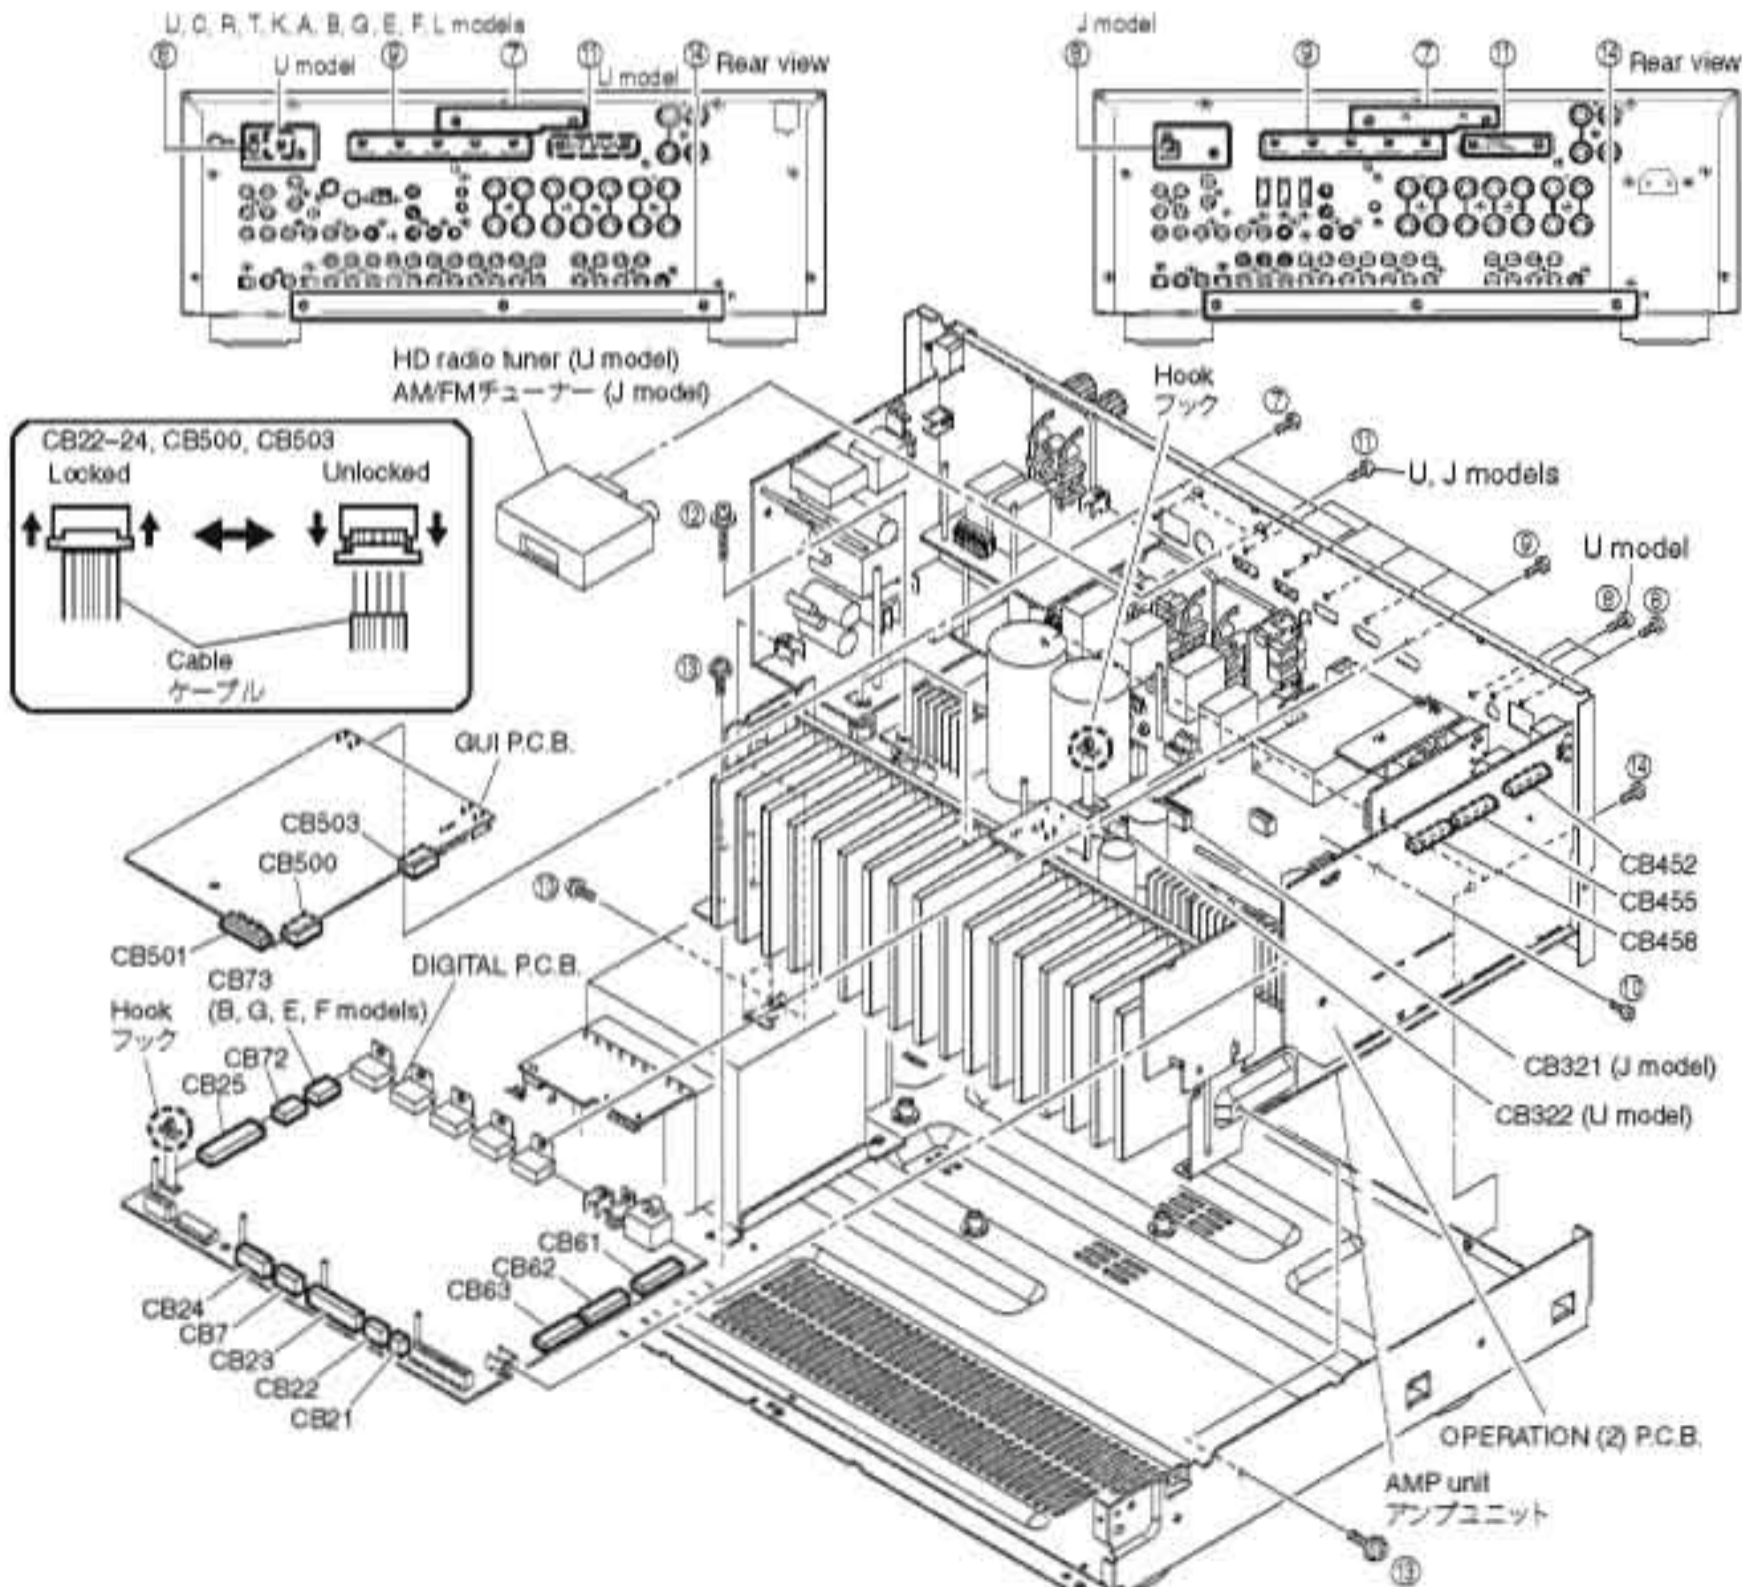

Fig. 2
- Remove 2 screws (7) (Fig. 2)
- Remove CB501. (Fig. 2)
- Unlock and remove CB500, CB503 (Fig. 2)
- Release hook, and remove the GUI P.C.B. (Fig. 2)
- Remove 3 screws (U model) / 2 screws (C, R, T, K, A, B, G, E, F, L models) (8) and 5 screws (9). (Fig. 2)
- Remove screw (10). (Fig. 2)
- Remove 2 screws (U model) (11). (Fig. 2)
- Remove CB322 (U model). (Fig. 2)
- Remove the HD radio tuner (U model). (Fig. 2)
- Remove CB7, CB21, CB25, CB72 and CB73 (B, G, E, F models). (Fig. 2)
- Unlock and remove CB22-24. (Fig. 2)
- Release hook. (Fig. 2)
- Remove the DIGITAL P.C.B. which is connected directly to the OPERATION (2) P.C.B. with board-to-board connectors. (Fig. 2)
- Remove 3 screws (12) and 4 screws (13). (Fig. 2)
- Remove 3 screws (14). (Fig. 2)
- Remove the amp unit. (Fig. 2)
- 7のネジ2本を外します。(Fig.2)
- CB501を外します。(Fig.2)
- ロックを外し、CB500、CB503を外します。(Fig.2)
- フック1箇所を外し、GUI P.C.B.を取り外します。(Fig.2)
- 8のネジ2本、9のネジ5本を外します。(Fig.2)
- 10のネジ1本を外します。(Fig.2)
- 11のネジ2本を外します。(Fig.2)
- CB321を外します。(Fig.2)
- AM/FMチューナーを取り外します。(Fig.2)
- CB7、CB21、CB25、CB72を外します。(Fig.2)
- ロックを外し、CB22～24を外します。(Fig.2)
- フック1箇所を外します。(Fig.2)
- DIGITAL P.C.B.を取り外します。ただし、DIGITAL P.C.B.はOPERATION (2) P.C.B.に基板対基板コネクタで直接接続されています。(Fig.2)
- 12のネジ3本、13のネジ4本を外します。(Fig.2)